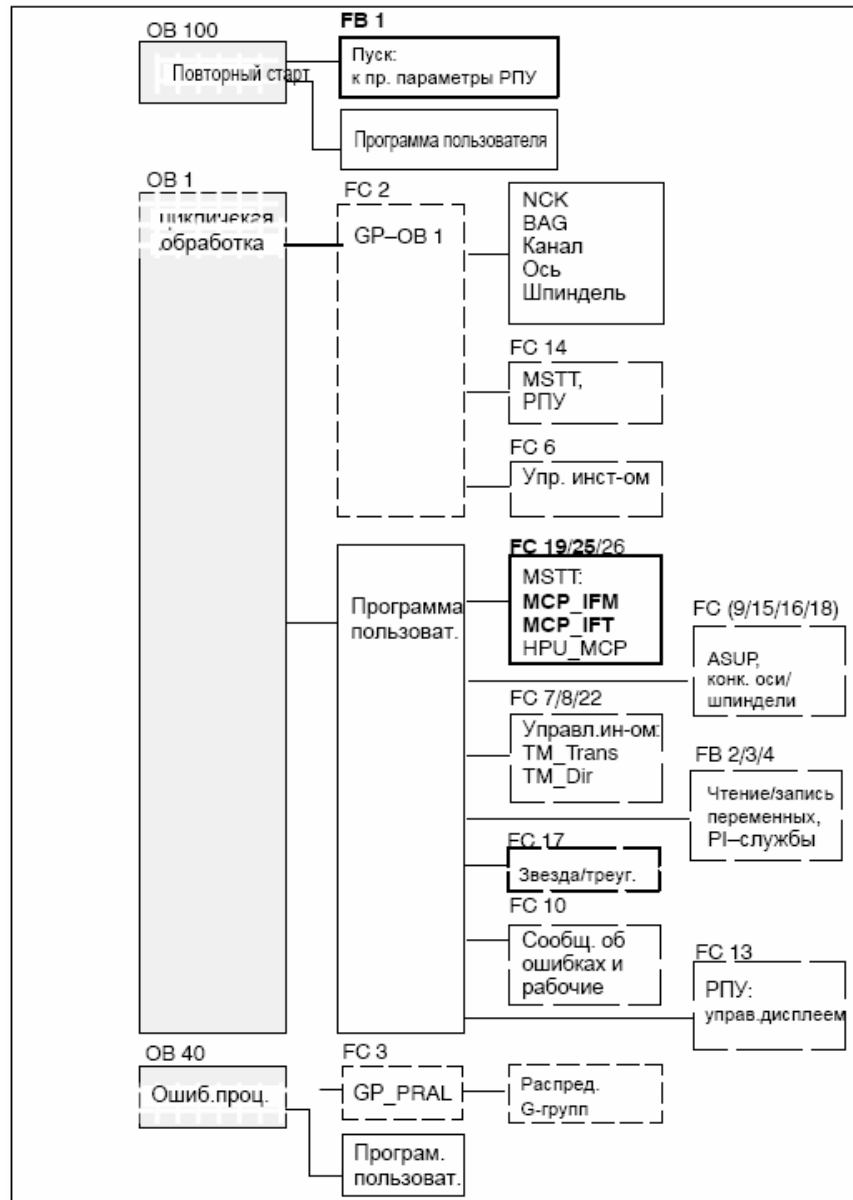

Рис. 5-16 Структура программы PLC
В OB 1, 40 и 100 пользователем (изготовителем станка) должна быть вызвана соответствующая часть главной программы – как представлено на рис. 5-16.
3. Вставить блок FC 26 в циклический блок программы PLC (см. рис. 5-16).